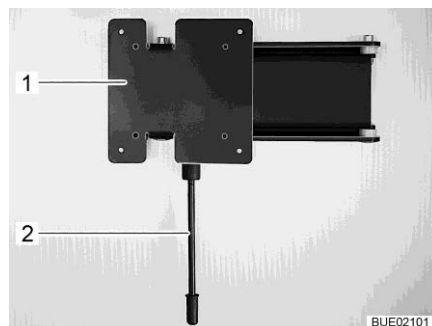

Fig. 90 Support mural
- Tirer le levier de déverrouillage (Fig. 90,1) vers le bas et faire pivoter le support (Fig. 90,2) et l'écran plat pour les amener en position souhaitée.